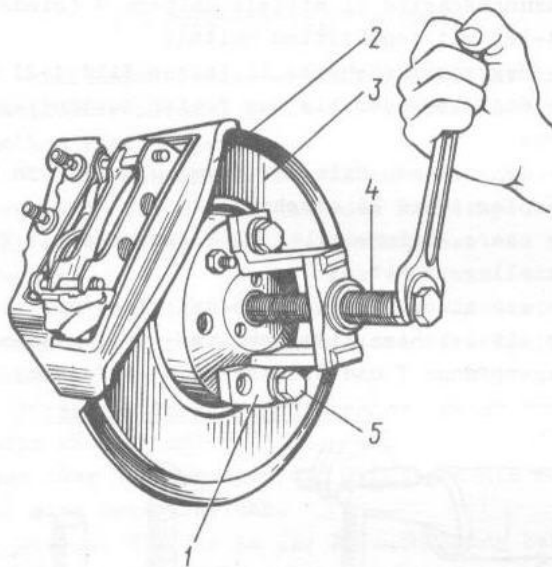
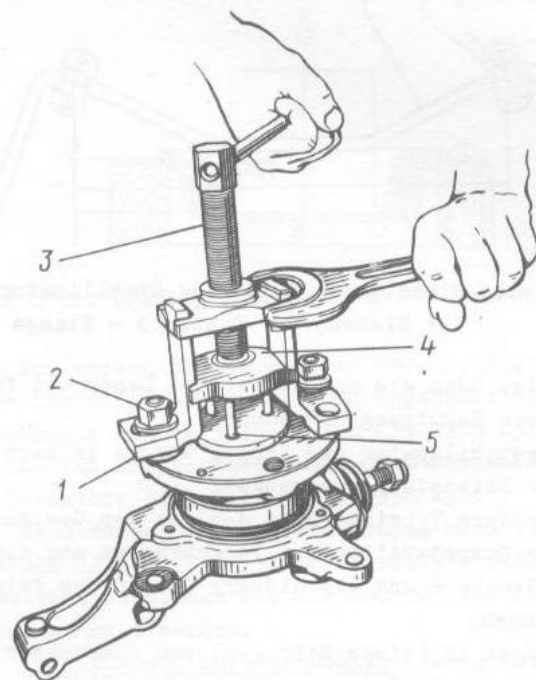

Bild 4-9. Ausbau des Achsschenkels:
Bild 4-10. Austreiben der Nabe:
- mit zwei Schrauben 5 (Bild 4-9) an der Fläche der Nabe den Flansch des Bügels 1 der Vorrichtung befestigen und mit Hilfe von Schraube 4 den Achsschenkel im Satz mit Bremsen und Nabe von den Keilnuten des Radantriebs abziehen;
Radnabe. Bei Beschädigung der Nabe oder eines Lagers ist der Achsschenkel im Satz mit Bremsen und Nabe auszubauen (der Ausbau des Achsschenkels ist oben beschrieben), und die Nabe 4 (siehe Bild 4-1) ist aus den Innenringen des Lagers 7 mit Hilfe der in Bild 4-10 gezeigten Ausbauvorrichtung auszutreiben. Vor dem Austreiben des Lagers die Innenräume der Nabe reinigen, um Reibstellen an den Sitzflächen für das Lager zu verhüten, und vom Achsschenkel den Bügel 2 (siehe Bild 4-9) der Bremse und die mit Stiften 8 (siehe Bild 4-1) befestigte Bremsscheibe absetzen. In Sonderbohrungen $\phi 6,5$ mm im Flansch der Nabe werden drei gleich hohe und etwa 70 mm lange Stifte $\phi 6,3$ mm eingesetzt. Um Verkantung und Verkeilung zu verhüten, wird die Kraft durch Schwimmzapfen 4 gleichmäßig zwischen den Stiften verteilt.